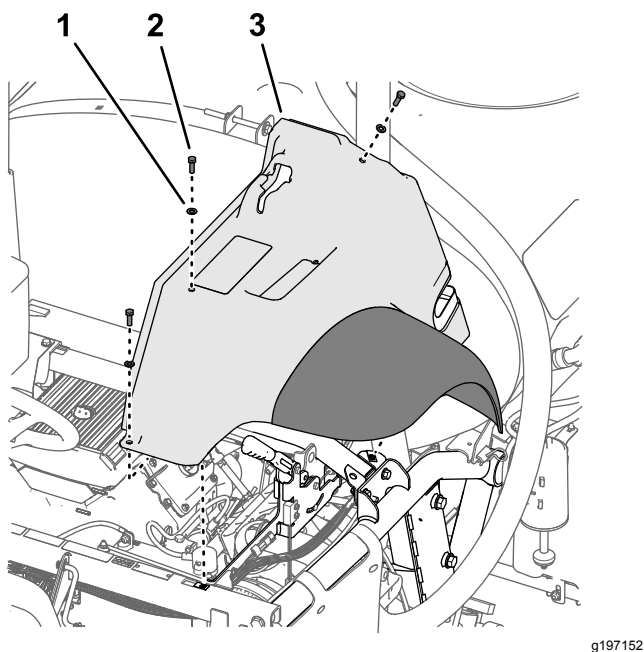

Figura 216
4. Montate, senza serrarlo, il parafango al telaio (Figura 216) con i 3 bulloni (5/16" x 1") e le 3 rondelle (5/16") che avete rimosso al passaggio 2 di Rimozione dei parafanghi anteriori sinistro e destro (pagina 12).